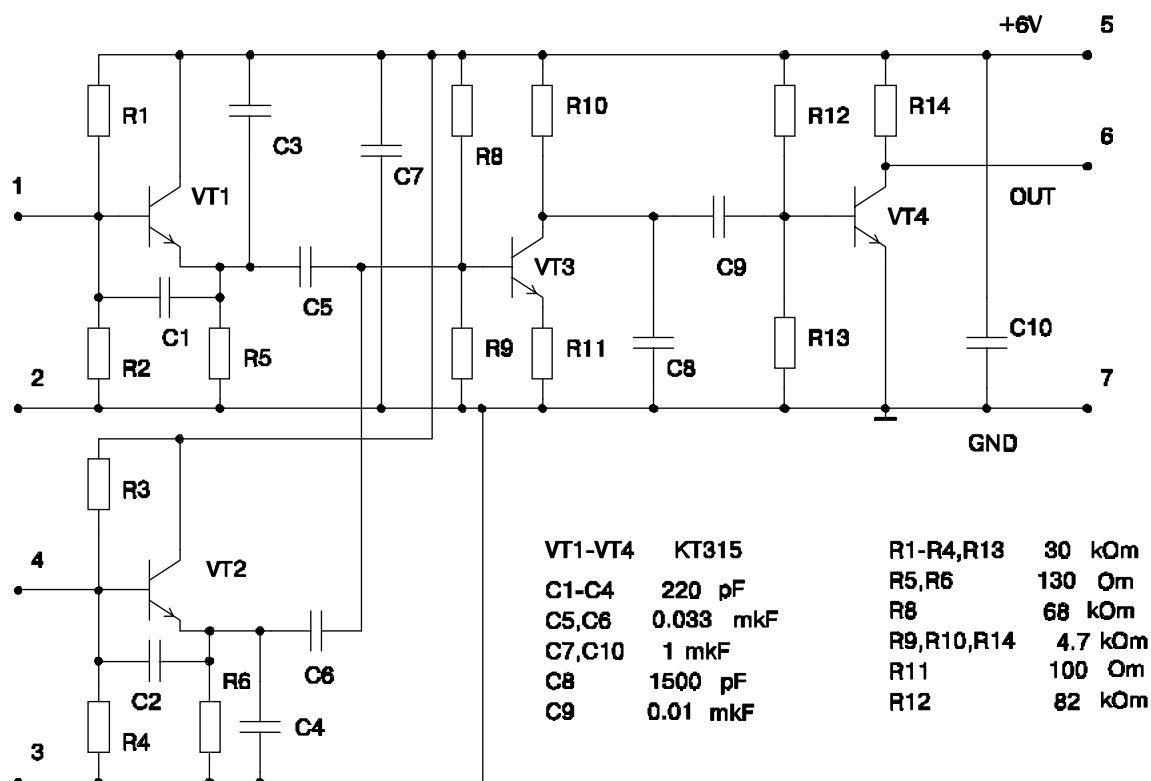

Рис. 3. Схема платы GEN
5.3.1. В качестве чувствительного элемента для измерения деформации используются тензочувствительные кварцевые резонаторы, наклеенные на перемычку упругого элемента. Для возбуждения кварцевых резонаторов на частоте резонанса (10 МГц) используется генераторная плата GEN (Рис.3). Тензочувствительные кварцевые резонаторы, включенные по дифференциальной схеме, под действием измеряемого груза изменяют частоты собственных колебаний. Разность этих частот выделяется генераторной платой и в виде последовательности прямоугольных импульсов (Рис.4) поступает на метрологическую плату. Тензочувствительные резонаторы подобраны таким образом, что при увеличении нагрузки на датчик увеличивается разностная частота. Начальная разностная частота лежит в пределах 2...7 КГц.